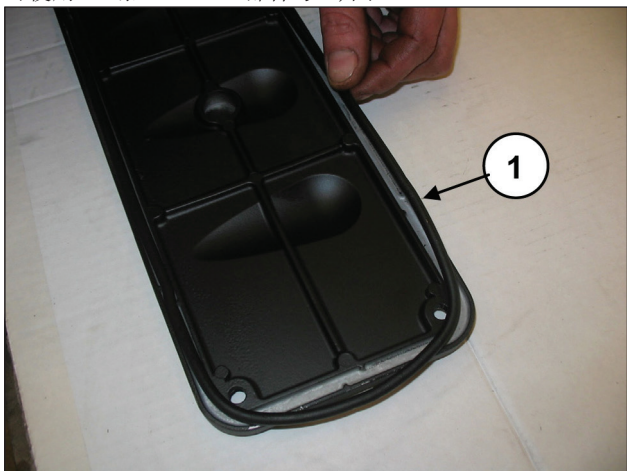
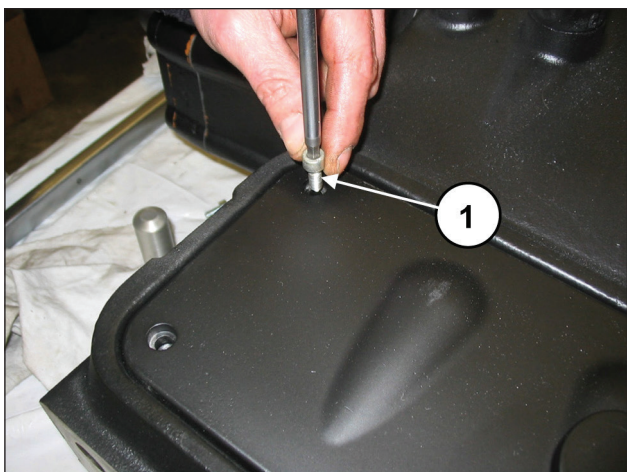

图190
图191
在检测盖上插入O形圈（部件号①, 图190）并安装检测盖，可使用4+4螺丝M6x14（部件号②, 图191）。